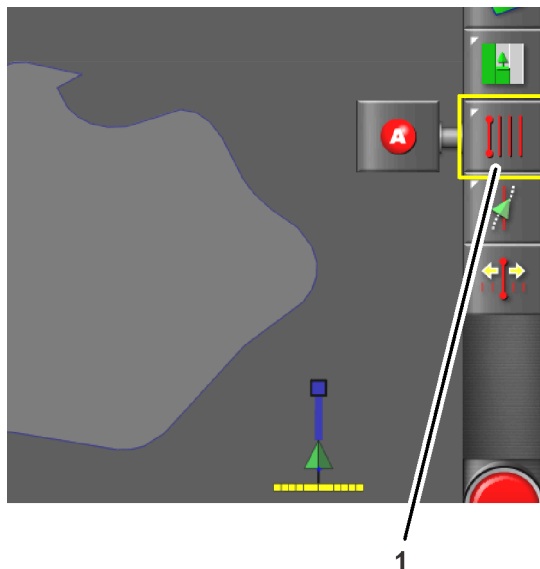

Bild 11
4. Tippen Sie auf das Symbol „Leitlinien-Menü“ (Bild 11).